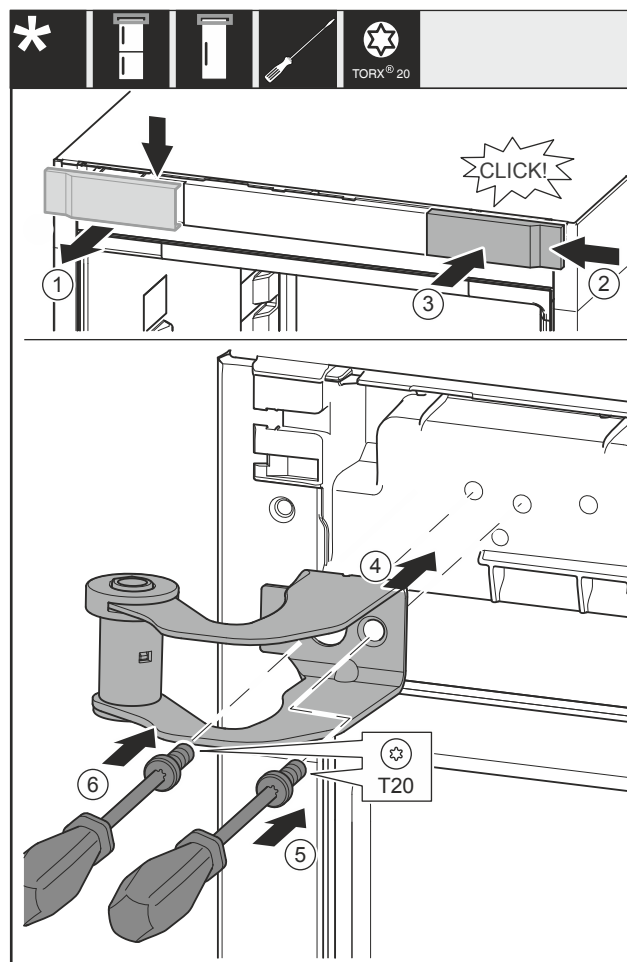

Fig. 34
- Odeberte kryt Fig. 34 (1) shora dopředu.
- Kryt Fig. 34 (2) otočený o 180° zavěste na druhé straně zprava.
- Zaklapněte kryt Fig. 34 (3).
- Nasadte horní stojan ložiska Fig. 34 (4).
- Utáhněte šroub Fig. 34 (5).
- Utáhněte šroub Fig. 34 (6).